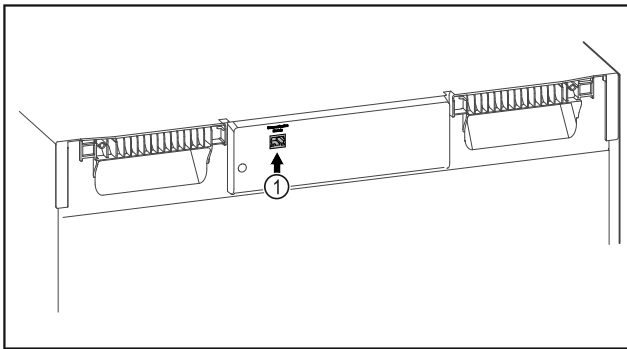

Fig. 89
- ☐ SmartModule Fig. 89 (1) установлен.